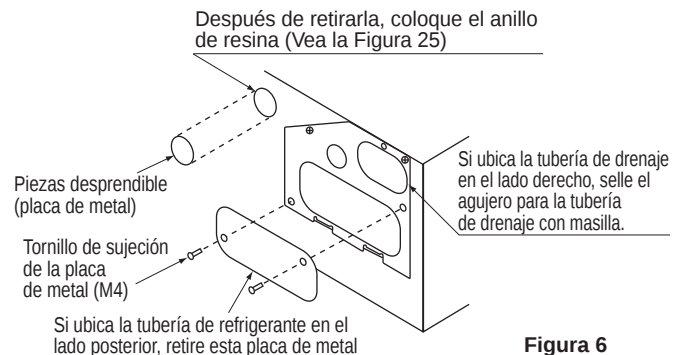

Figura 6
- Cuando ubique la tubería de refrigerante en la parte posterior, retire los tornillos de sujeción y la placa de metal. **(Vea la Figura 6)**